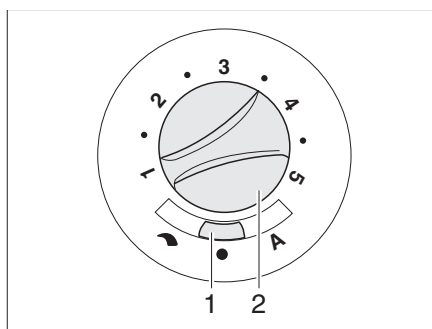

Fig. 109 Interruttore di comando per la ventola di ricircolo dell'aria (12 V)
- Posizionare l'interruttore a scorrimento (Fig. 109,1) su "↶" (regolazione manuale) o "A" (funzionamento automatico).
- Se l'interruttore a scorrimento (Fig. 109,1) è posizionato su "↶" (regolazione manuale): Impostare con la manopola (Fig. 109,2) la prestazione desiderata della ventola di ricircolo dell'aria.
- Posizionare l'interruttore a scorrimento (Fig. 109,1) su "●" (spento). A riscaldamento acceso, l'interruttore è disinserito.